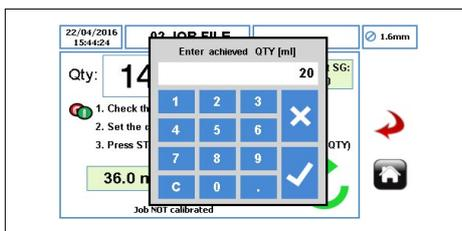

Figure 25 Saisir la quantité obtenue
- ▶ Une fois que la pompe a distribué la quantité prévue, le message suivant s'affiche. Saisissez la quantité réellement livrée comme indiqué à la *figure 25*.